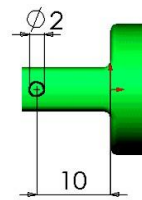

Рис. 2.16.
6. Выбрать центр окружности и начало координат (рис. 2.16).